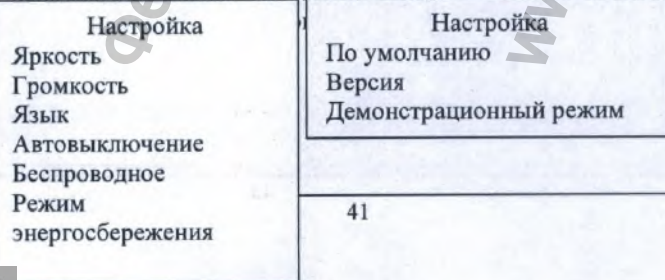

Рис. 10.2.13 Экран настройки системы
**Яркость:** для установки яркости подсветки, 6 уровней на выбор, заводская установка по умолчанию - уровень 3, как показано на Рис. 10.2.13А.
**Громкость:** для установки громкости звука (включая громкость звукового сигнала, звукового сигнала пульса и щелчков нажатия кнопок), 6 уровней громкости на выбор, заводская установка по умолчанию - уровень 3, как показано на Рис. 10.2.13В.
**Язык:** настоящий пульсоксиметр предусматривает отображение текста на двух языках: английском и упрощенном китайском, заводская установка по умолчанию - «английский», как показано на Рис. 10.2.13С.
**Беспроводное соединение:** для включения / выключения функции беспроводного подключения заводская установка по умолчанию - «Вкл.», как показано на Рис. 10.2.13Е.
**Настройка по умолчанию:** введите заводские настройки по умолчанию, как показано на Рис. 10.2.13Н.